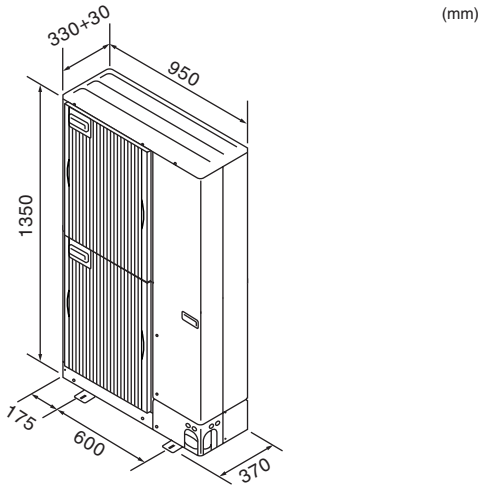

Fig. 3-1
3.3. Dış ölçüler (Dış ünite) (Fig. 3-1)